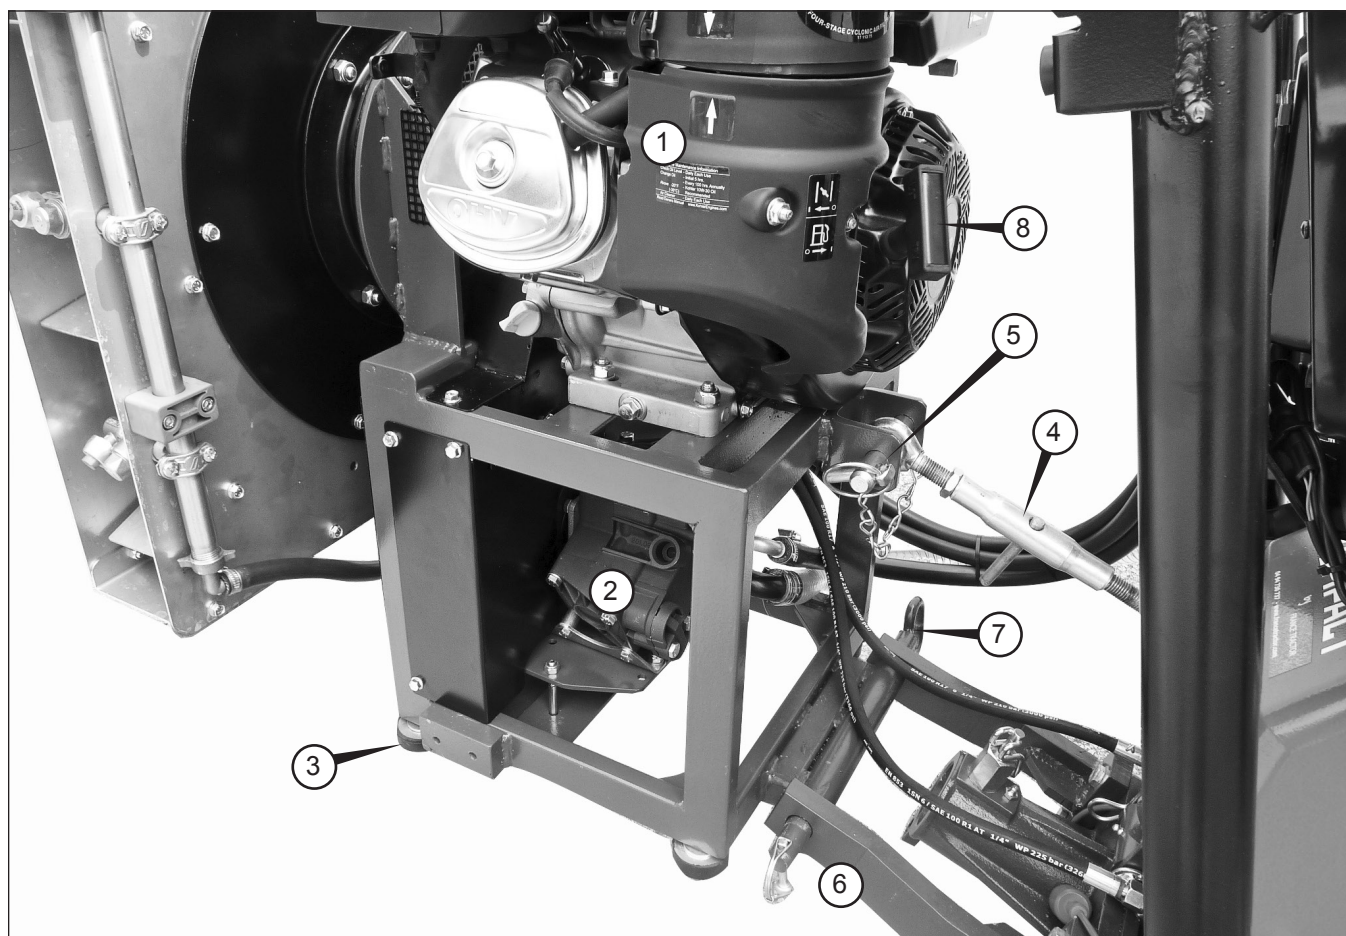

Fig. 23 - Accouplement du pulvérisateur à barres verticales à la machine multifonctions VISION
L'unité de PULVÉRISATION décrite dans cette « Partie 7 » est un pulvérisateur motorisé qui utilise une force motrice autonome et qui ne peut être installé que sur la machine multifonctions VISION et sur le MINI-TRANSPORTEUR fabriqués par FORT et conçus pour recevoir et faire fonctionner cet équipement interchangeable (1 Fig. 21). Le pulvérisateur fonctionne en recevant le mouvement directement d'un moteur auxiliaire (2 Fig. 21), complètement indépendant de la force motrice de la machine, qui fait fonctionner à la fois la pompe à membrane (2 Fig. 23) et le ventilateur s'il est activé.
- Placer l'unité de pulvérisation à proximité des bras de support des deux points inférieurs (6 Fig. 23).
- Faire correspondre les deux bras inférieurs (6 Fig. 23) avec le support inférieur du pulvérisateur et, une fois centrés dans le trou, insérer la broche (7 Fig. 23) en la bloquant avec la goupille à dé clic correspondante.
- Effectuer la même opération avec le troisième point supérieur en dévissant ou en vissant la tige de réglage (4 Fig. 23) et, une fois centré dans le trou, insérer la broche (5 Fig. 23) en la bloquant avec la goupille à dé clic correspondante.
ATTENTION. Ne pas oublier que le ventilateur doit être perpendiculaire au sol. Tout réglage (inclinaison du ventilateur) doit être effectué en vissant ou dévissant la tige de réglage (4 Fig. 23).
Pour démarrer le moteur, il suffit de tirer fermement sur le levier de démarrage du moteur (8 Fig. 23) et de le relâcher dès que le moteur démarre.